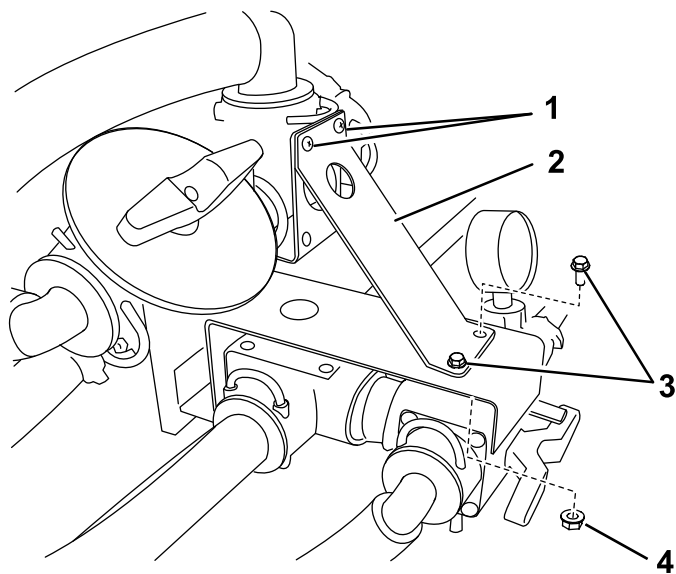

Figure 9
- Sur le système de pulvérisation Workman (Figure 9), retirez les 2 vis qui fixent le raccord en T supérieur et montez le support avec les vis, 2 boulons à embase (1/4 x 3/4 po) et 2 écrous à embase (1/4 po).